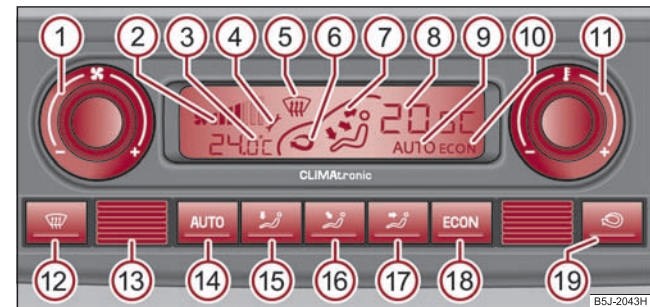

Abb. 120 Climatronic: Bedienelemente
- Drücken Sie die Taste (AUTO) ⇒ Abb. 120.
Drücken und halten Sie die Tasten (ECON) und (AUTO) ⇒ Abb. 120. Im Display erscheinen die Angaben in der gewünschten Temperatur-Maßeinheit.
- Drücken Sie die Taste ⇒ Seite 97, Abb. 120.
- Drehen Sie mit dem Drehregler **1** ⇒ Seite 97, Abb. 120 nach links (Gebläsedrehzahl verringern) bzw. rechts (Gebläsedrehzahl erhöhen).